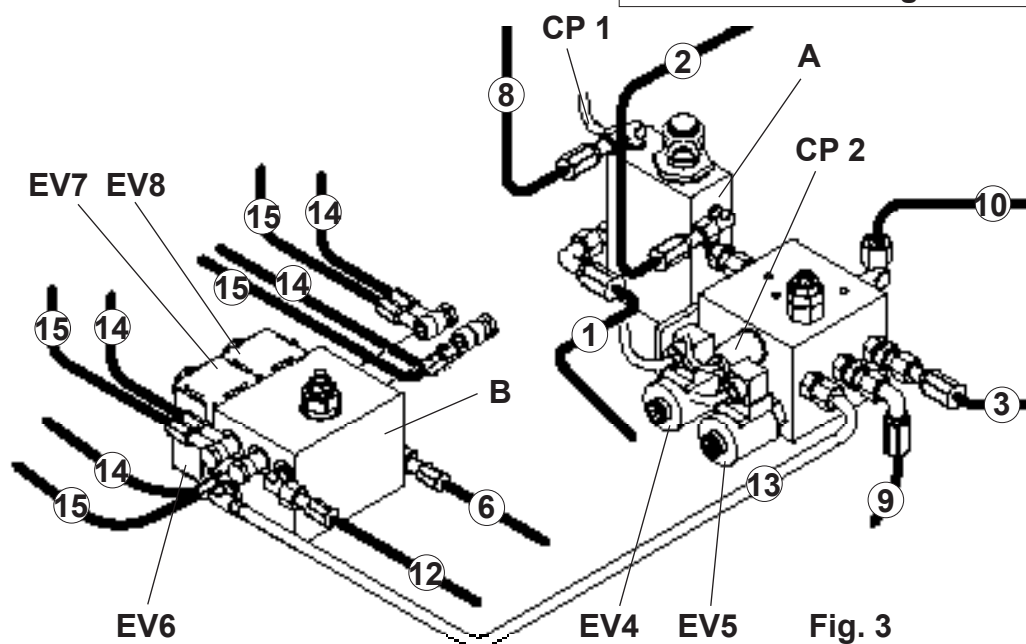

Fig. 3
- Collegare i tubi della pedana P1 (1-2-3) sul blocco valvole (A) mediante gli appositi raccordi.
- Collegare i tubi di drenaggio (4 e 5) alla centralina mediante il tubo (7).
- Collegare i tubi (6) e (12) alla centralina.
- Riempire il serbatoio (11) con olio ESSO NUTO H32 od equivalente.
- Collegare i cavi elettrici dalla centralina alle elettrovalvole EV4-EV5-EV6-EV7-EV8 e ai pressostati CP1-CP2 (Fig.3)